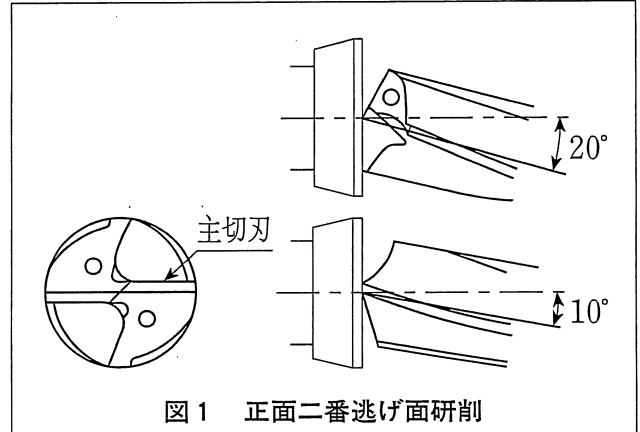

図1 正面二番逃げ面研削
- 2) 図1のように主切刃がほぼ水平になるようセットしワークヘッドを20° 旋回させ、先端角が140°となるようにします。